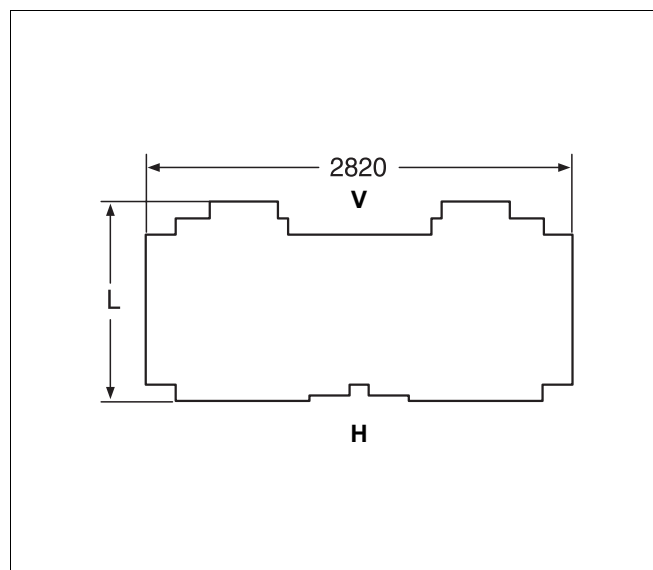

Bild 32 Wärmedämmung
- Die mitgelieferte Wärmedämmung entspricht der Kesselgröße (Tab. 3). Die Wärmedämmung ist nach der in Bild 32 gezeigten Darstellung auf dem Kesselblock anzuordnen.